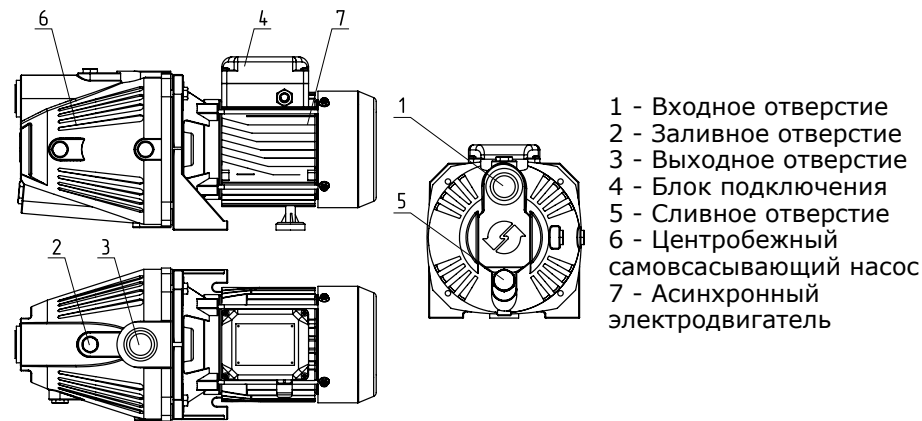

Рис.1. Конструкция насоса
5.1. Насос состоит из следующих основных узлов (рис.1): центробежного самовсасывающего насоса (6), асинхронного электродвигателя (7) и блока подключения (4). Корпус насоса имеет входное отверстие (1), выходное отверстие (3), заливное (2) и сливное (5) отверстия.